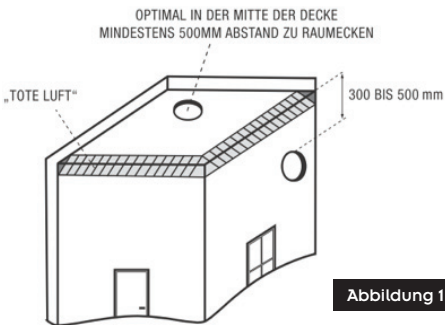

Abbildung 1
- Mindestens 0,5m Abstand zu Wänden. Siehe Abbildung 1.